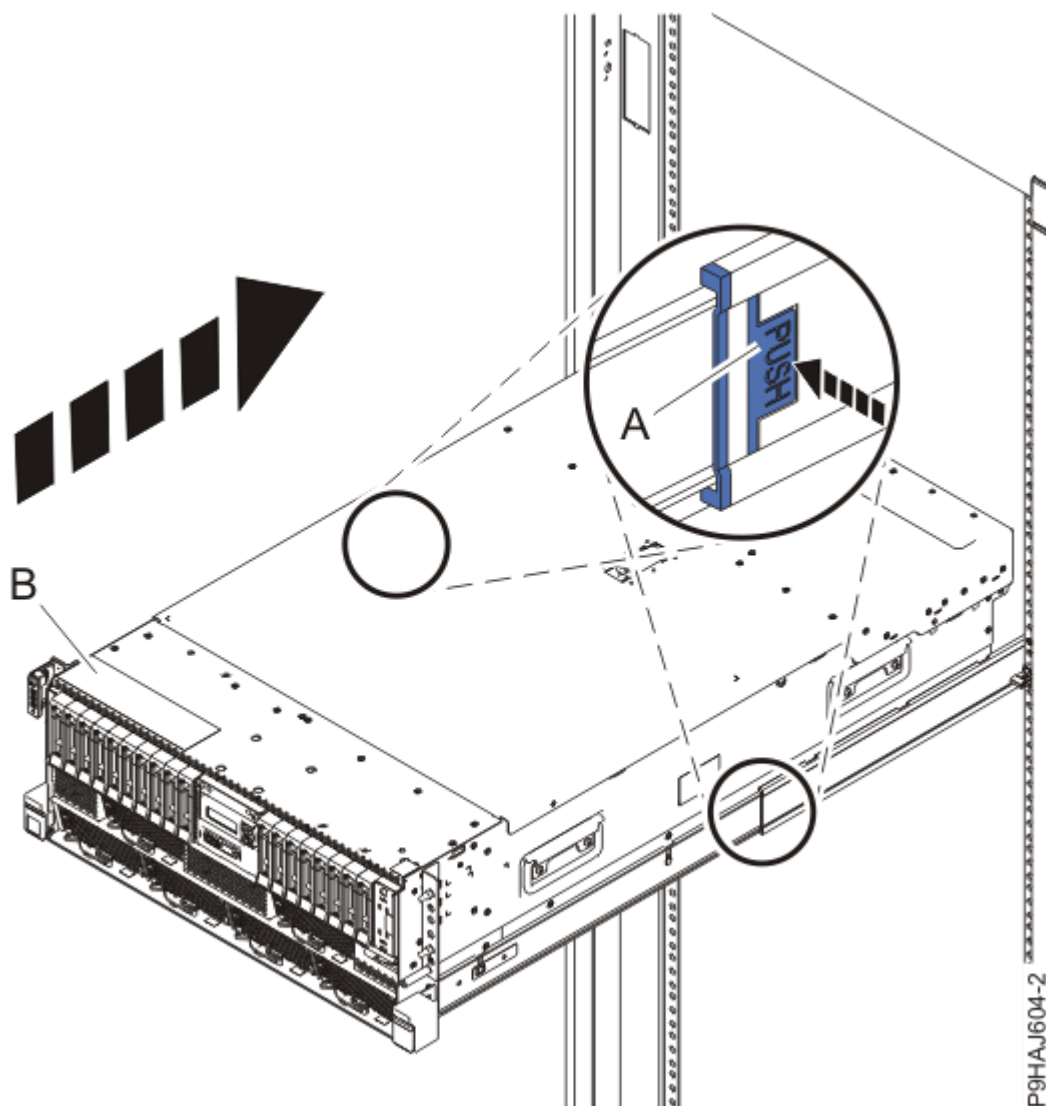

図 18. システムの操作位置への設置
3. ラック・マウント型システムの場合、青色のレール安全ラッチ **(A)** を、21 ページの図 18 に示されているように内側に押してアンロックします。